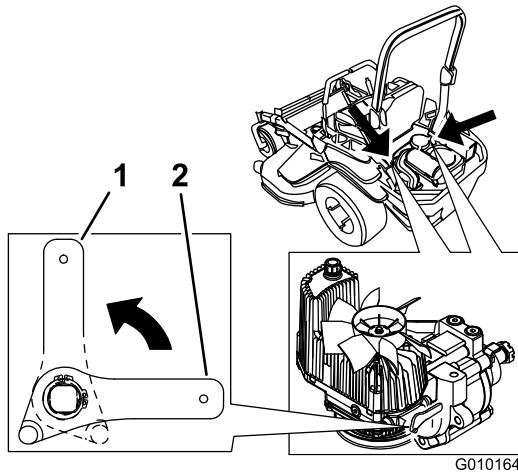

Figura 37
2. Gire las palancas de las válvulas de desvío a la posición vertical para empujar la máquina. Esto permite que el aceite hidráulico se desvíe alrededor de la bomba, dejando que las ruedas giren (Figura 37).
- Gire las palancas de las válvulas de desvío a la posición horizontal para conducir la máquina (Figura 37).